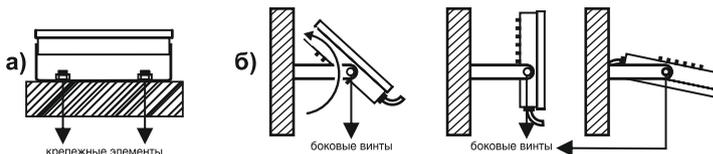

Рисунок 3. Варианты установки прожектора.
6.6 Отрегулируйте положение прожектора и направление светового потока, затяните крепежные элементы кронштейна и боковые винты (смотрите рисунок 3).